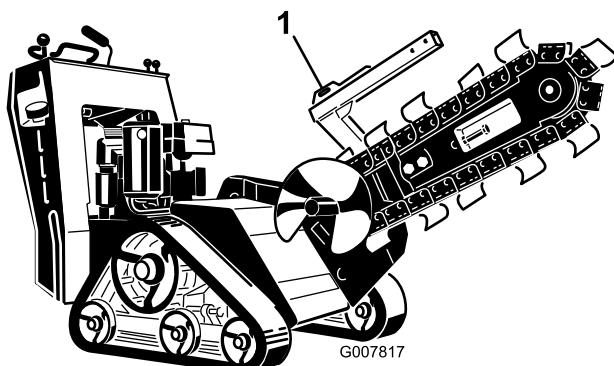
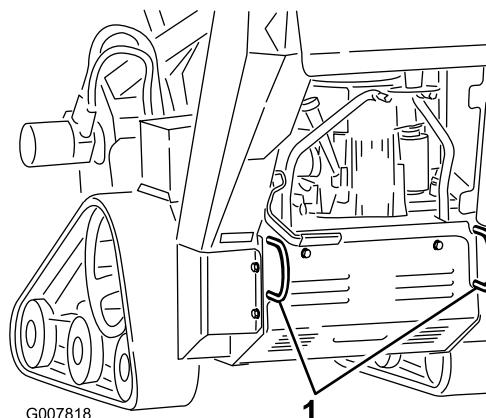

Figura 23
Figura 24
3. Fissate la macchina al rimorchio con catene o cinghie utilizzando gli anelli di attacco/sollevamento sulla parte anteriore e posteriore della macchina (Figura 23 e Figura 24). Fate riferimento alle ordinanze locali per i rimorchi e ai requisiti per i punti di attacco.
La macchina può essere sollevata utilizzando gli anelli di attacco/sollevamento come punti di sollevamento (Figura 23 e Figura 24).